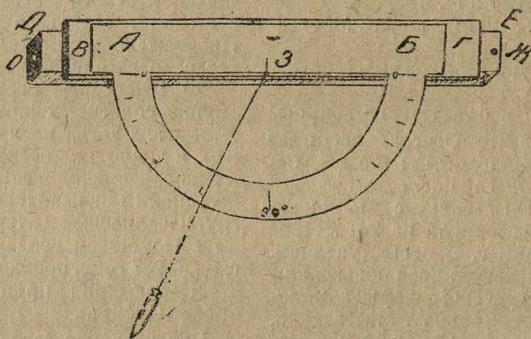

Рис. 2
5. Тов. Дроздов С. В. (п/о Федоровка, Калининской обл.) прислал нам рисунок и описание устройства самодельного прибора — эклиметра (высотомера, дающего возможность определять высоту небесных светил с точностью до полуградуса) (рис. 2).